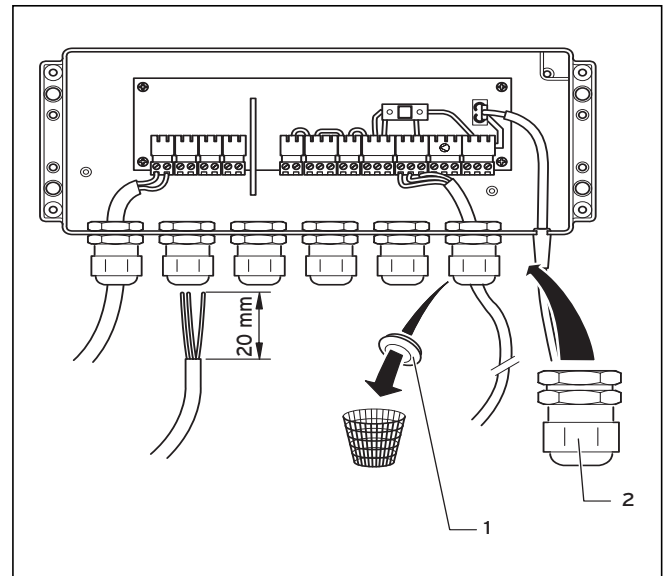

**Abb. 5.8 Schutzleiterverbindung zwischen Verdrahtungsbox und Gehäuse des uniSAT**
Stellen Sie sicher, dass der Schutzleiter (1) der Verdrahtungsbox auf den Schutzleiterkontakt (2) von dem Gehäuse des uniSAT aufgesteckt ist (siehe Abb. 5.8).